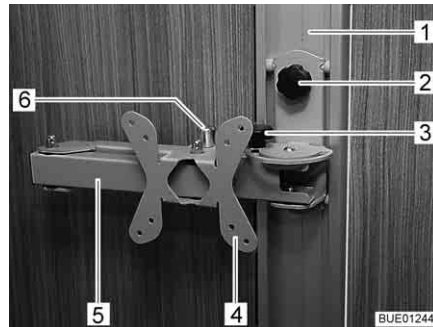

Fig. 48 Support sur rail
- Desserrer la vis à garret (Fig. 48,2) et placer le support (Fig. 48,4) dans le rail (Fig. 48,1) à la hauteur désirée.
- Desserrer la vis à garret (Fig. 48,3).
- Tirer sur le bouton de déverrouillage (Fig. 48,6). Le bras articulé (Fig. 48,5) est déverrouillé.
- Resserrer la vis à garret (Fig. 48,3).
- Faire retourner l'écran plat dans sa position initiale jusqu'à ce que le bras articulé (Fig. 48,5) s'enclenche de manière audible dans le verrouillage.
- Desserrer la vis à garret (Fig. 48,2), placer le support (Fig. 48,4) à la hauteur désirée et resserrer la vis à garret.